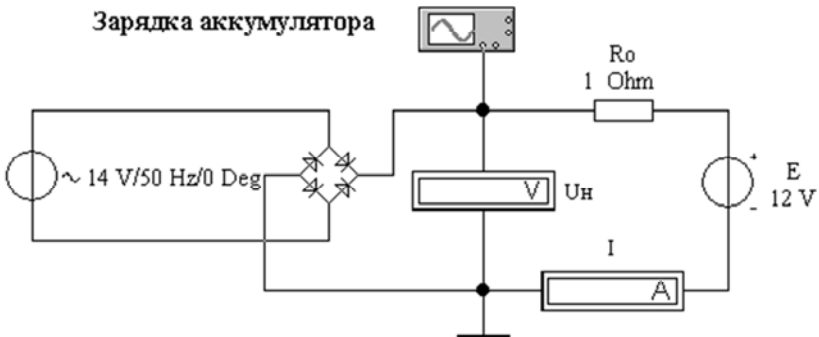

Рис. 16.4. Выпрямитель, работающий на аккумуляторе (файл **rect15.ewb**)
4. Исследовать выпрямитель, работающий на аккумулятор (файл **rect15.ewb**, рис. 16.4). Решить задачу 13.15 [2]. Проверить решение задачи в EWB.